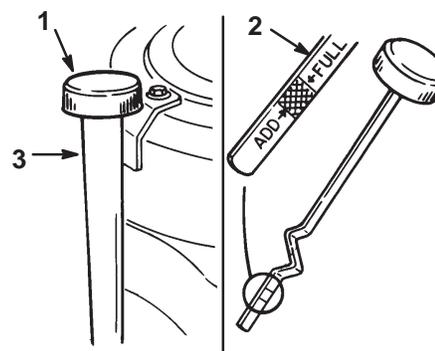

Figure 14
3. Nettoyez la surface autour de la jauge d'huile (Fig. 14) pour éviter que des impuretés s'introduisent dans le goulot de remplissage, ce qui risquerait d'endommager le moteur.
4. Dévissez la jauge d'huile et essuyez soigneusement l'extrémité métallique (Fig. 14).
5. Revissez la jauge complètement dans le goulot de remplissage (Fig. 14). Dévissez de nouveau la jauge et examinez l'extrémité métallique. Si le niveau est bas, versez lentement une quantité d'huile suffisante dans le goulot de remplissage pour amener le niveau au repère du plein (FULL) sur la jauge.
6. Versez lentement environ 80% de la quantité d'huile spécifiée dans le goulot de remplissage (Fig. 14). Vérifiez le niveau d'huile (voir Contrôle du niveau d'huile, page 21, points 4 à 5).